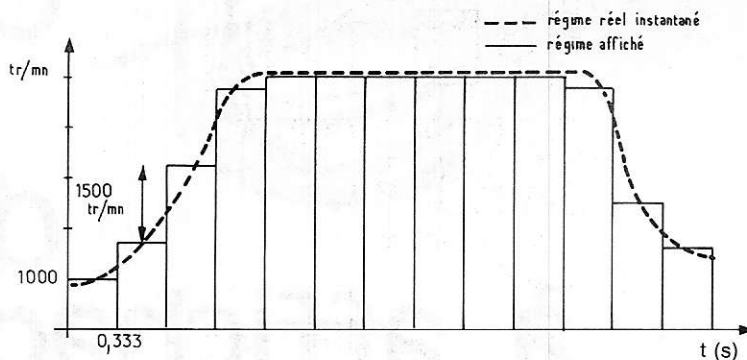

Figure 3 : Mise en évidence du manque d'inertie.
3) le manque d'inertie et l'aspect non ponctuel de la mesure (mauvais comportement en régime transitoire). Le comptage donne un résultat qui est la moyenne du nombre de tours moteur, pendant le temps de mesure ( $0,33$  s), mais le manque d'inertie fait que, lors des variations de la rotation du moteur, il apparaît brusquement des différences de 1 000 t/mn qui donnent un affichage anarchique. Le diagramme de la **figure 3** montre ces différences.